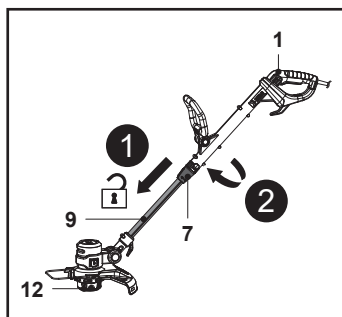

Fig. 8 (position initiale 0°)
1. Faire glisser le bouton de déverrouillage (7) vers le bas et tourner la poignée principale (1) dans le sens des aiguilles d'une montre tout en maintenant la perche inférieure (9) pour régler la tête de coupe-bordures (12) à un angle de 90° ou 180° (Fig. 8). Relâcher le bouton de déverrouillage (7) et continuer à tourner la poignée principale (1) jusqu'à ce qu'elle s'enclenche. S'assurer que le bouton de déverrouillage (7) s'enclenche.